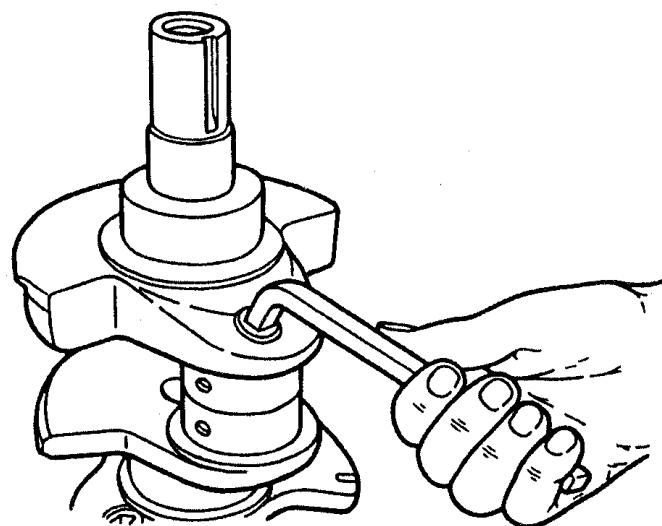

Рис.42. Вывертывание пробок грязеуловителей из коленчатого вала
**Коленчатый вал.** Вывернуть все пробки грязеуловителей шатунных шеек (рис.42) и удалить из них отложения при помощи проволочных щеток. Промыть и продуть сжатым воздухом масляные каналы и полости грязеуловителей, завернуть пробки с крутящим моментом 37...41 Н·м (3,8...4,2 кгс·м). Особенно важно прочистить эти отверстия и полости после ремонта коленчатого вала, так как попавшие в них частицы металла и абразивного материала могут быть занесены потоком масла в подшипники.